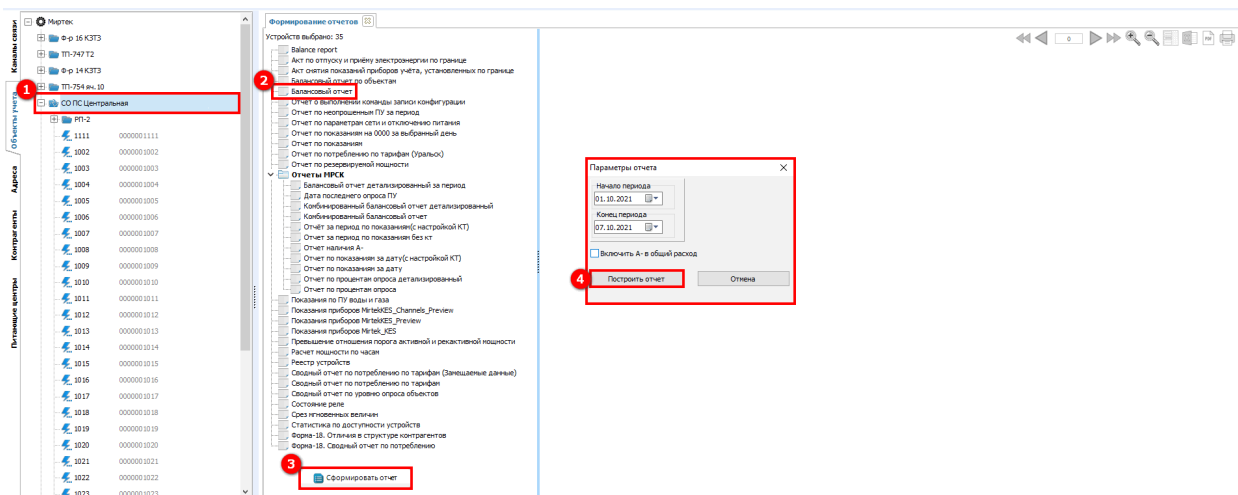

Рисунок 145 – Формирование отчета
Для создания большинства отчетов, описанных в данном разделе, необходимо выбрать группу учета (1) (см. рисунок 145), затем необходимый отчет (2) и нажать на кнопку **Сформировать отчет** (3). В появившемся окне указать параметры отчета, а также год и месяц, за который будут сформированы данные.